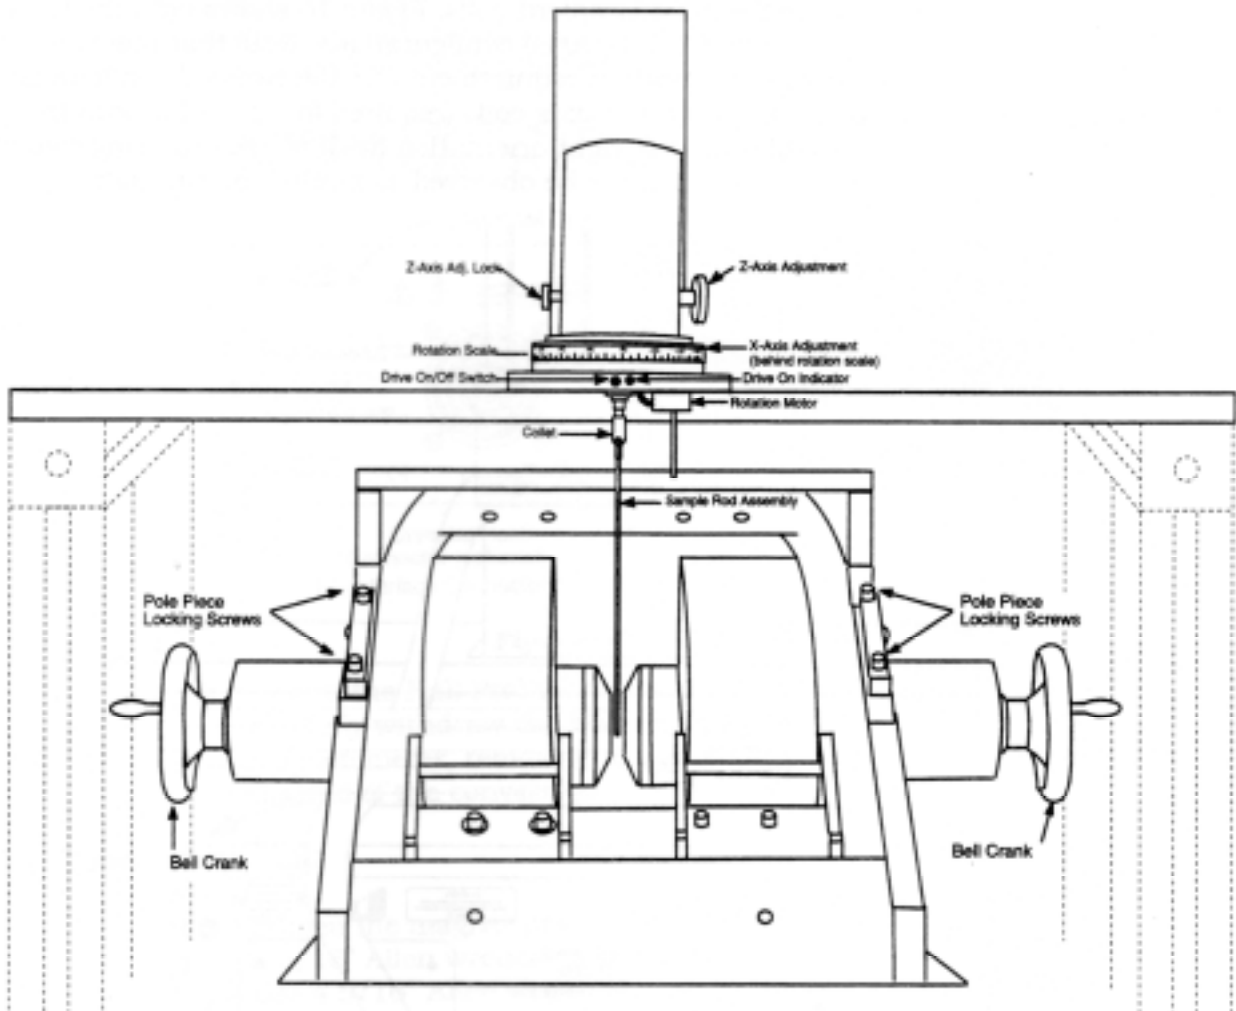

図 9 VSM のコンバージョンシステムの場合の前面
- 1、左右のポールにあるポールチップを固定しているボルトを緩めます。2インチシステムでは、3/16"の6角レンチで書くポールのボルトをゆるめ、4インチシステムでは、5/16"の6角レンチで左右のポールにある片側2個のボルトを緩めます。図9参照